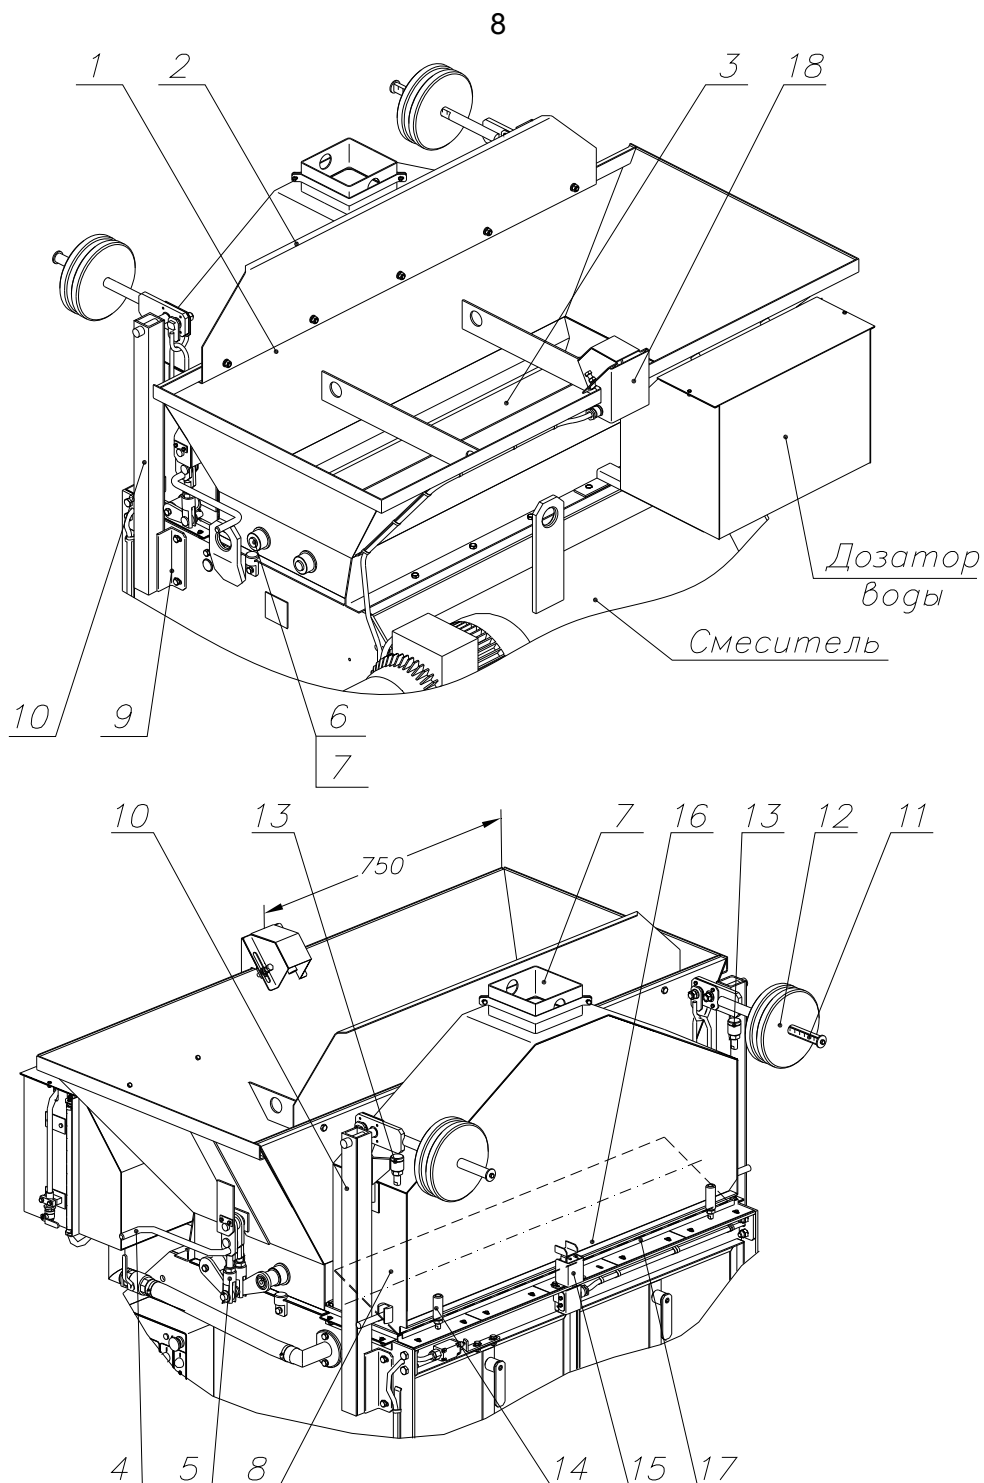

Рис. 2. Дозатор компонентов.
Дозатор (Рис. 2) состоит из двух самостоятельных отсеков: заполнителя 1 и вяжущего 2. Первый закреплен на смесителе неподвижно, а второй с возможностью небольшого (3...5 мм) вертикального перемещения.
2.3.1. Подать заполнитель в емкость отсека заполнителя до срабатывания указателя уровня 18 (Рис. 2), отключающего привод загрузочной машины. Для обеспечения загрузки бункера по всему объему указатель имеет возможность перемещения вдоль стенки бункера, а размещенный в нем бесконтактный емкостной выключатель перемещается вверх и вниз вместе с защитным кожухом по пазам основания. Разгрузка заполнителя в смесительную камеру осуществляется поворотом рычага 4 против часовой стрелки на угол  $100^\circ$ , после чего рычаг возвращается и фиксируется в исходном положении. Причем ход фиксации ощу-
2.3.2. Подать цемент в емкость отсека вяжущего включив двигатель транспортирующей машины (шнекового транспортера). По мере заполнения бункера происходит его уравновешивание на рычагах и, перемещаясь вниз, он воздействует на датчик, разрывая цепь питания двигателя. Разгрузка бункера производится поворотом рукоятки 9 (Рис. 2) по часовой стрелке. После разгрузки рукоятку перевести в исходное положение и, приложив небольшое (3...5 кг) усилие, зафиксировать. Следующая доза вяжущего отмеряется повторным пуском двигателя транспортирующей машины. Цикл повторяется.